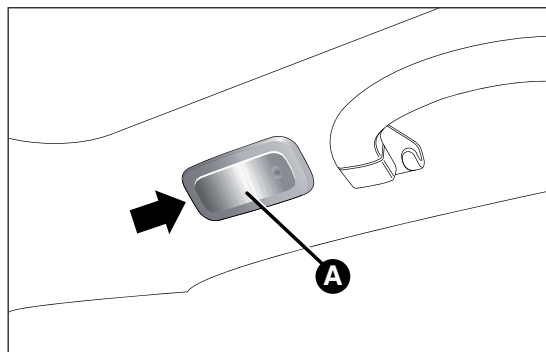

fig. 184
- ☐ agire nel punto indicato dalla freccia e rimuovere la plafoniera A fig. 184;
- ☐ rimontare la plafoniera A fig. 184 inserendola nella sua corretta posizione prima da un lato e quindi premendo sull'altro lato fino ad avvertire lo scatto di bloccaggio.